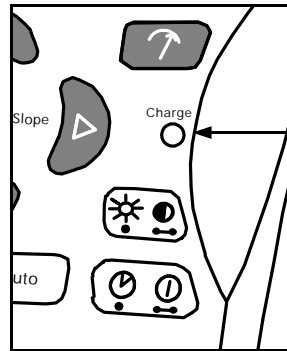

Fig. 3.0
- ☞ The “Charge” indication LED on the front panel will light up when the batteries are being charged. (see fig.3.0)
- ☞ De “**Charge**” indicatie LED vooraan het toestel gaat branden als de batterijen opladen. (Zie fig. 3.0)
- ☞ L'indication LED “**Charge**” à l'avant de l'appareil s'allume lorsque le chargement des batteries est en cours. (voir fig. 3.0)
- ☞ Die “**Charge**”-LED-Anzeige vorne am Gerät leuchtet wenn die Batterien geladen werden. (siehe Abb. 3.0)